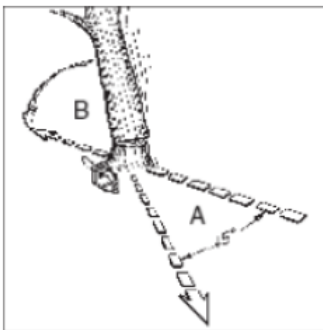

Fig 10a
Avertissement : Avant de commencer la coupe, une voie d'évacuation (A) doit être prévue et dégagée. Cette voie d'évacuation doit s'étendre vers l'arrière et en diagonale, dans la direction opposée à la chute, comme illustré sur la figure 10a.
AVERTISSEMENT : Lorsque la coupe d'abattage approche de la charnière, l'arbre devrait commencer à tomber. Dès que l'arbre commence à tomber, retirez la scie de la coupe, arrêtez le moteur, posez la tronçonneuse et quittez les lieux par la voie d'évacuation (Fig. 10a).